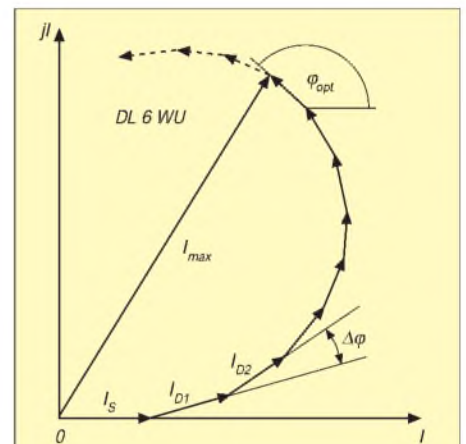

Bild 2: Theoretisches Vektordiagramm der Feldstärke in Strahlrichtung einer Yagiantenne (I_s = Strom im Strahler, I_D = Ströme in den Direktoren)
- Tabelle PENDE enthält die Pendenzliste mit den Hörtips im Klartext (s. Bild 2).